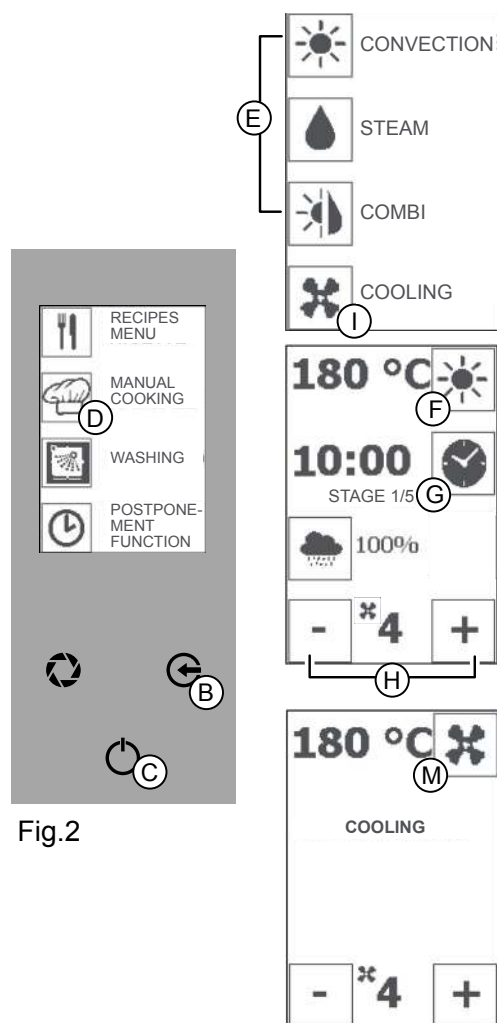

Fig.2
Appuyer sur l'icône « CUISSON MANUELLE » (Fig 2/D) et le type de cuisson souhaité (Fig 2/E).
2. Appuyer sur les icônes « MOINS » et « PLUS » (Fig 2/H) pour établir une valeur comprise entre 1 et 6.
Appuyer plusieurs fois sur la touche « ESC » (Fig 2/B) pour interrompre la fonction et revenir à l'écran initial.
2. Appuyer pendant 3 secondes sur l'icône « TEMPÉRATURE » (Fig 2/F).
Appuyer sur la touche « ENVOI » (Fig 2/C) pour lancer la fonction,
Appuyer sur la touche « ENVOI » (Fig 2/C) et sur la touche « ESC » pour arrêter le préchauffage et revenir à l'écran initial.
Une fois le préchauffage terminé, la mention « CHARGER » s'affiche (Fig. 2 - Écran 2). Ouvrir la porte et introduire le produit. Une fois la charge terminée, fermer la porte du four. La cuisson réglée démarre.
Appuyer sur l'icône « CUISSON MANUELLE » (Fig 2/D) et l'icône « REFROIDIR » (Fig 2/I).
Appuyer sur l'icône « VENTILATION » (Fig 2/M) et avec les icônes « MOINS » et « PLUS » (Fig 2/H), régler la température souhaitée **jusqu'à un minimum de 40°**. Appuyer sur la touche « ENVOI » (Fig 2/C) pour lancer la fonction.
Sur l'affichage apparaît l'écran correspondant (Fig 2/L)
Appuyer plusieurs fois sur la touche « ESC » (Fig 2/B) pour revenir à la page-écran initiale.